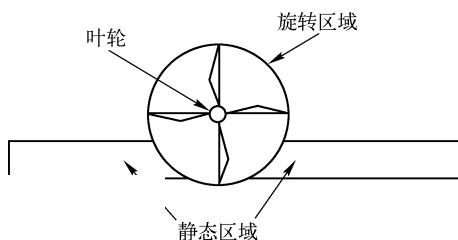

图 5-52 叶轮模型中的不同区域
- 如果叶梢间隙非常小（如密封很紧），周围的静态区域就会被去掉，如图 5-52 所示。